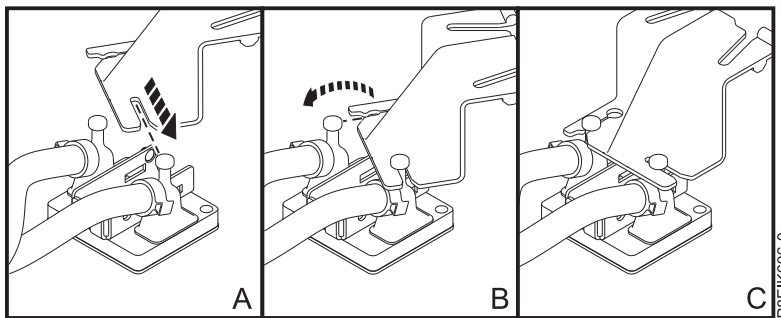

Figura 18. Inserción de la patilla de placa refrigeradora en el soporte
- b. Deslice una patilla de la placa refrigeradora en el soporte, como se muestra en **(A)** en la Figura 18. Presione la patilla en la ranura sólo lo que sea necesario.
- c. Gire la placa refrigeradora para deslizar la otra patilla en el soporte, como se muestra en **(B)** en la Figura 18. Presione la patilla en la ranura sólo lo que sea necesario.